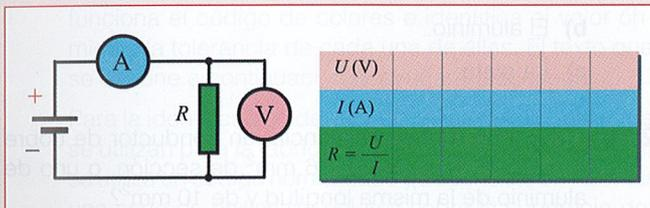

Figura 2.21.
2.1. Comprobación experimental de la ley de Ohm. Conecta una pila a una resistencia y, a continuación, mide con un polímetro la tensión en bornes de la resistencia, la intensidad de la corriente del circuito, así como la resistencia óhmica de dicha resistencia. Con los resultados obtenidos de las medidas comprueba si se cumple la relación $I = U/R$. Seguidamente conecta otras resistencias de diferente valor y compara los resultados (Figura 2.21).